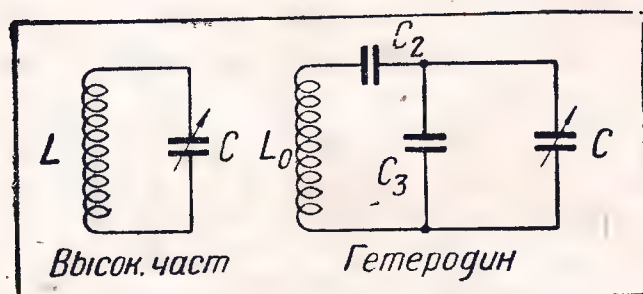

Рис. 1
I. Подстроечный конденсатор параллельно с конденсатором настройки (рис. 1)